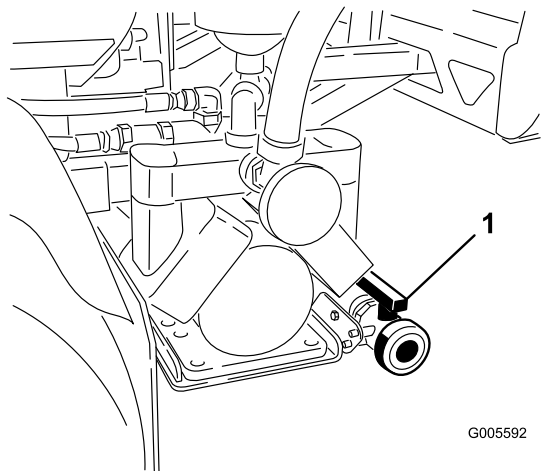

Figura 19
- Localice la válvula de vaciado del depósito situada en la parte trasera de la máquina (Figura 19). La bomba está situada en la parte trasera de la bomba, unida al soporte.